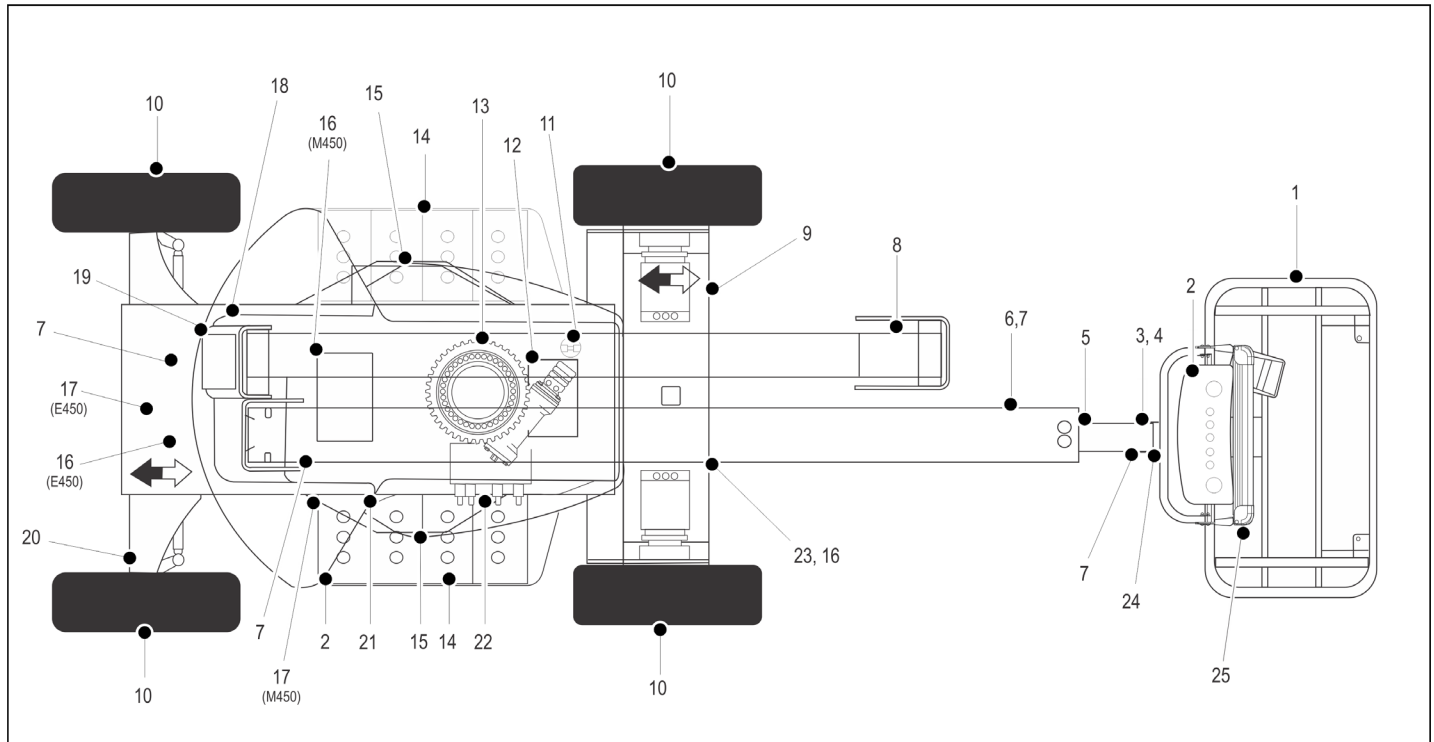

Figura 2-2. Inspección visual diaria – hoja 1 de 3
5. **“Inspección visual”** – consultar la Figura 2-2., Figura 2-3. y Figura 2-4.